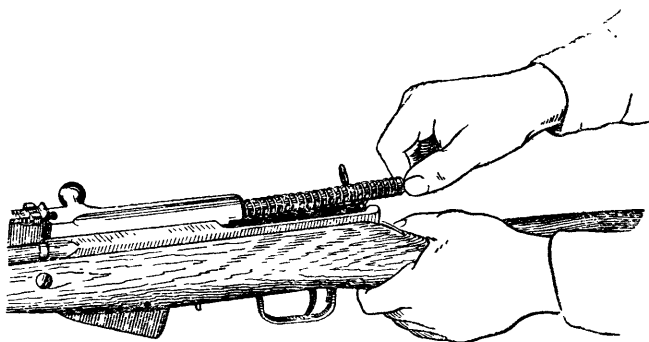

Рис. 7. Извлечение возвратного механизма
4) **Вынуть возвратный механизм** (рис. 7). Взять его правой рукой за конец направляющей трубки и потянуть на себя.